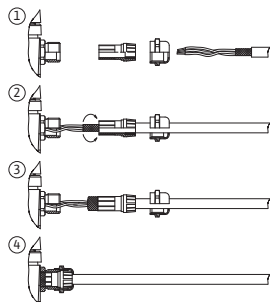

Fig. 27: Afskærmning
Afskærmningen forbindes med kabelgennemføringen på elektronikmodulet. Se Fig. 27.
Kablerne til den digitale indgang, de analoge indgange samt buskommunikationen skal være afskærmet ved hjælp af kabelgennemføringens metalkabelforskruning (Fig. 19, pos. 4, 5 og 6). Afskærmning, se Fig. 27.